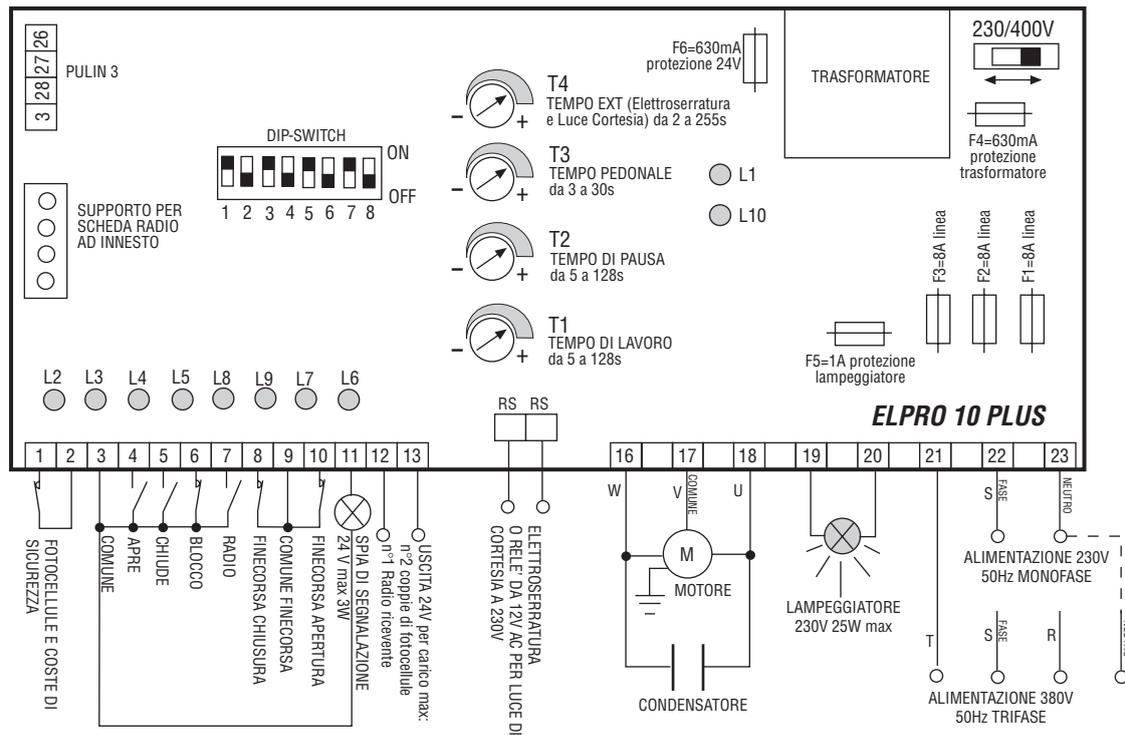

FIG. 7
- I programmatori elettronici ELPRO 10 PLUS (fig. 7) ed ELPRO 14 PLUS (solo per azionamento simultaneo di 2 ante assieme) sono predisposti per tutti i servizi di logica programmata automatica e semiautomatica, relè di linea e diagnostica luminosa incorporata.